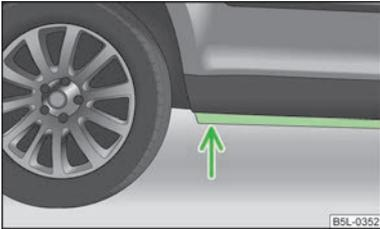

Abb. 154
- Daher vor einer Wasserdurchfahrt die Wassertiefe feststellen. Der Wasserstand darf maximal an den Steg des Unterholms reichen » Abb. 154;